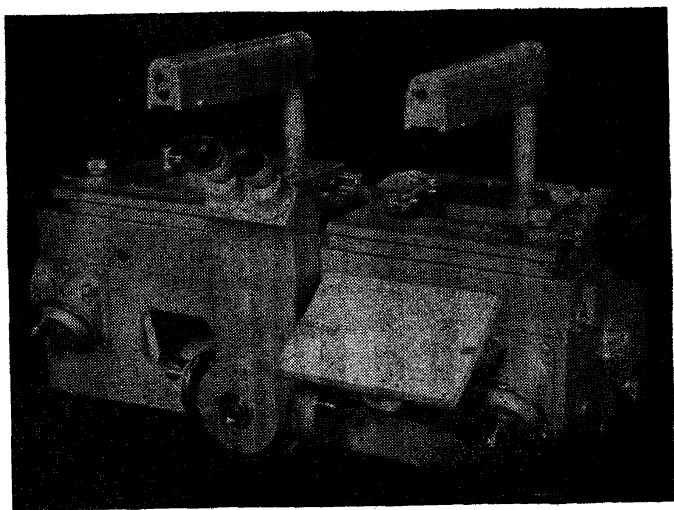

Рис. 37. Стереоскоп «Steko 1818»
7.7. Стереоскопический прибор «Стеко» 1818 (рис. 37) — прецизионный прибор, предназначенный для измерения на фотоснимках стереопары координат и параллакса точек. Применяется для определения элементов взаимного и внешнего ориентирования, развития фотограмметрических сетей аналитическим методом, вычисления установочных величин для трансформирования, может использоваться при определении деформаций зданий и сооружений фотограмметрическим методом. Измерения можно производить по наземным снимкам или аэроснимкам. Для обработки на стереоскопическом приборе годны фотоснимки на прозрачной основе. Оптическая система предусматривает возможность раздельной фокусировки на левый и правый снимки. Положение бинокля не изменяется при изменении точки визирования. В поле зрения прибора расположены две измерительные марки разной формы.